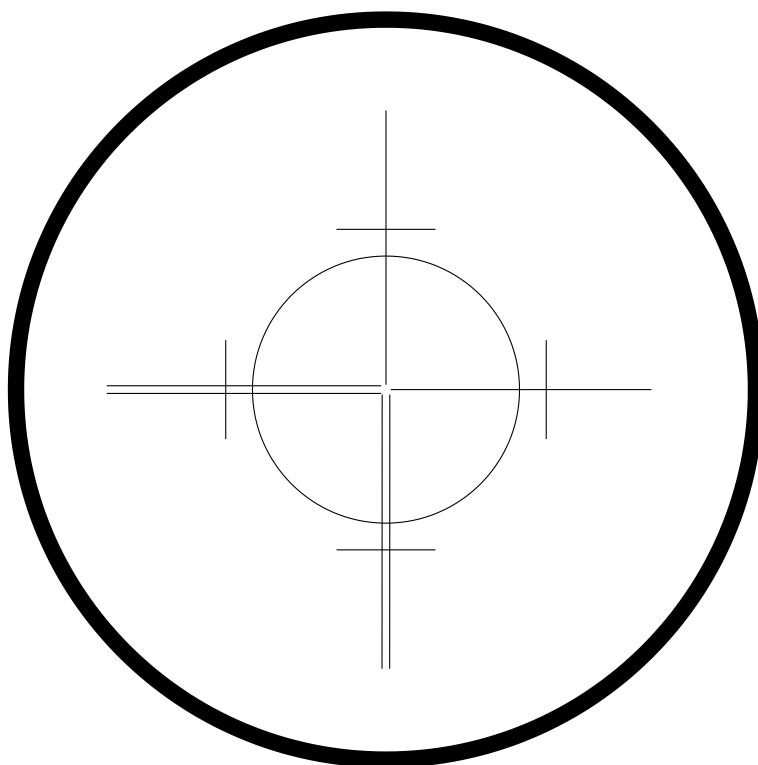

Рис. 2. Сетка нитей зрительной трубы теодолита Theo 010В.
фокусировку и дает прямое изображение предмета. Изображение мира настраивается вращением фокусирующего кольца 4. Окуляр 5 устанавливается по глазу наблюдателя вращением диоптрийного кольца 6 до появления четкого изображения сетки нитей (рис. 2). Для более точного наведения на ось мира можно использовать сдвоенный сегмент вертикальной нити — вертикальный *биссектор*.
- 1) Установите окуляр зрительной трубы по вашему глазу. Наведите зрительную трубу на светлый равномерно окрашенный предмет или на открытый участок неба. Посмотрите в окуляр 5. Вращая диоптрийное кольцо 6, добейтесь резкого изображения нитей сетки (рис. 2). Диапазон компенсации дефектов зрения наблюдателя составляет ± 5 диоптрий, таким образом, если вы используете очки с меньшей оптической силой, то производить наблюдения можно без очков. Если наблюдатель не меняется, после настройки окуляра в будущем его можно уже не перенастраивать.